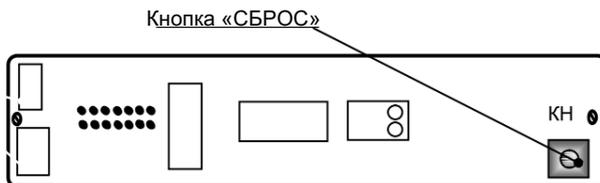

Рис. 3 Плата индикации
- Для обнуления счётчика нажать кнопку «СБРОС» КН (Рис. 3), расположенную на плате индикации панели управления, установленной на крышке рециркулятора.